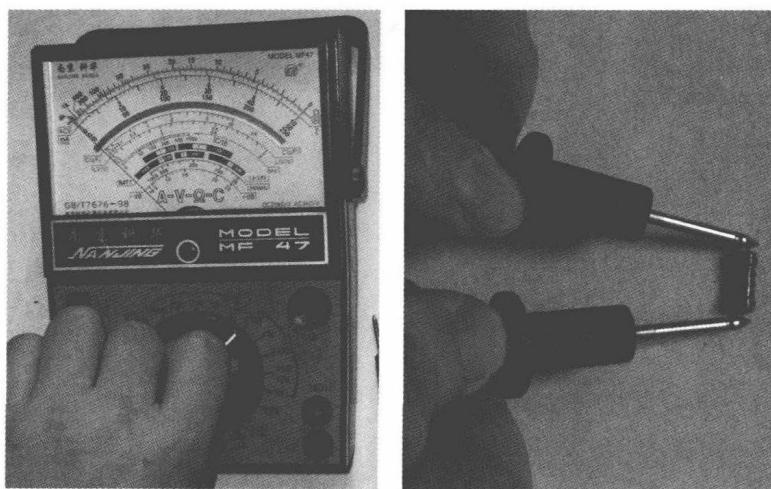

图 1-5 指针式万用表测量电阻示意图
(1) 将功能旋钮调到万用表的欧姆挡，并选择合适的量程（估计待测物电阻值，使测量结束后指针静止位置大致为表盘的盘中）。
(2) 对万用表进行精度校正，短接两表笔，然后调节欧姆挡调零旋钮，使万用表的指针指到零刻度。
(3) 测量时应将两表笔分别接触待测电阻的两极（要求接触稳定踏实），观察指针偏转情况。如果指针太靠左，那么需要换一个稍大的量程。如果指针太靠右那么需要换一个较小的量程。直到指针落在表盘的中部（因表盘中部区域测量更精准）。读取表针读数，然后将表针读数乘以所选量程倍数，如选用“ $R \times 10$ ”挡测量，指针指示 15，则被测电阻值为  $15 \times 10 = 150\Omega$ 。如图 1-5 所示，为用指针式万用表测量电阻的示意图。